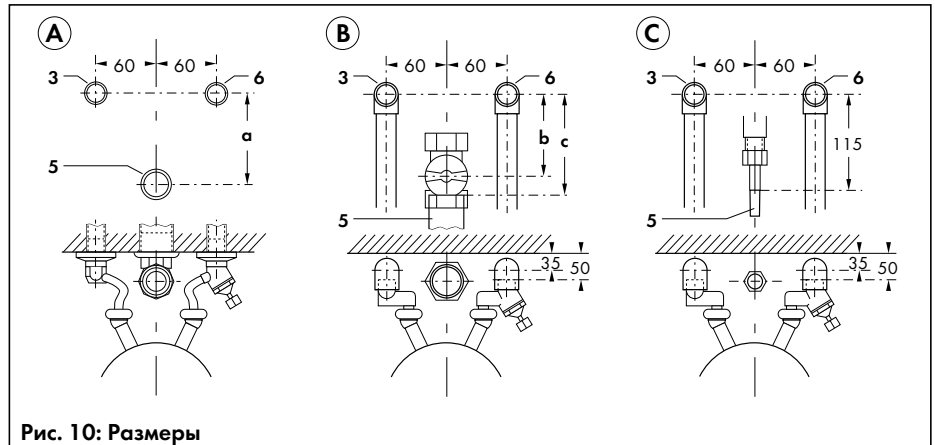

Рис. 10: Размеры
На рис. 10 показаны расположение и размеры подключений для следующих случаев монтажа трубопроводов:
- После определения места установки аппарата перед его монтажом следует проложить газопровод и трубопроводы холодной и горячей воды к точкам подсоединения аппарата или к соответствующей подсоединительной арматуре, как показано на рис. 10.